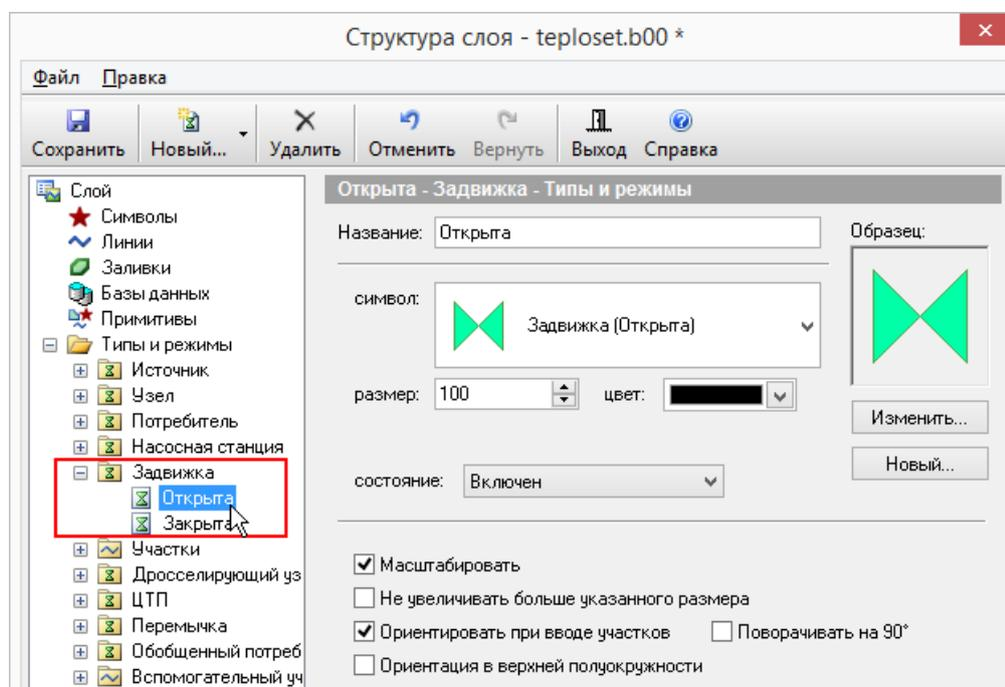

Рисунок 4.20. Изменение размера символа тепловой сети
1. В окне структура слоя () в дереве Типы и режимы щелчком левой кнопкой мыши выделить режим, для редактирования, например Задвижка Открыта (см. Рисунок 4.20, «Изменение размера символа тепловой сети»).